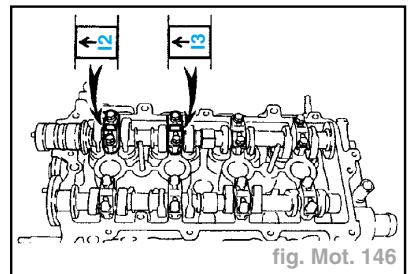

fig. Mot. 146
- Reposer les chapeaux de palier d'arbre à cames n°2 et n°3 avec les 4 boulons. Serrer au couple prescrit de **1,30 daN.m** (fig. Mot. 146).